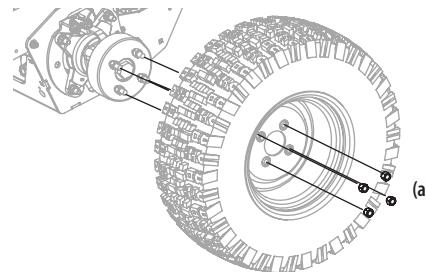

Figura 31
1. Con los neumáticos sobre el suelo, afloje, pero no quite las cuatro tuercas de llanta (a). Consulte la Figura 31.